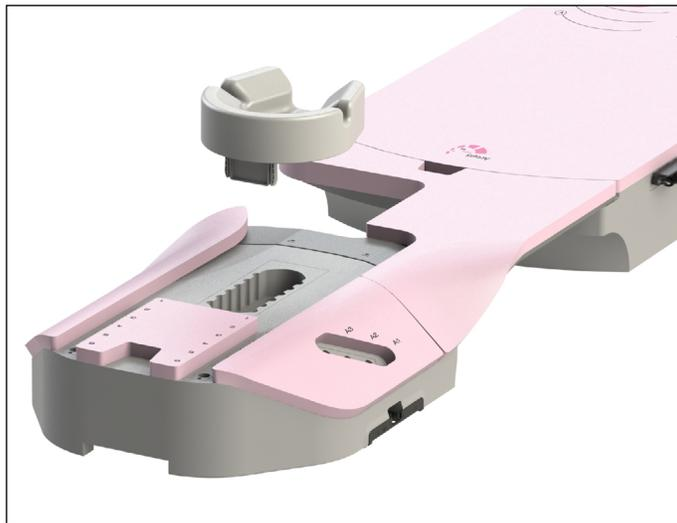

Fig. 11
2. Inserire la linguetta di allineamento di plastica nella scanalatura appropriata all'estremità superiore del dispositivo. (Fig. 11)